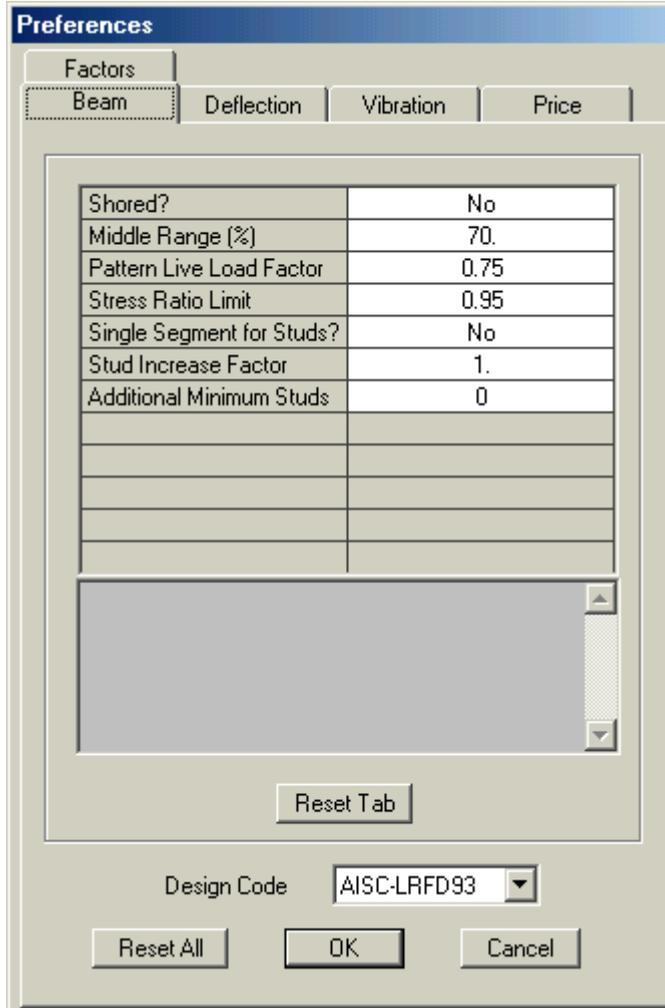

Figura 48 Cuadro Preferences
B. Hacer click en el comando **Options menu > Preferences > Composite Beam Design**. El cuadro Preferences que muestra en la figura 48 aparecerá.